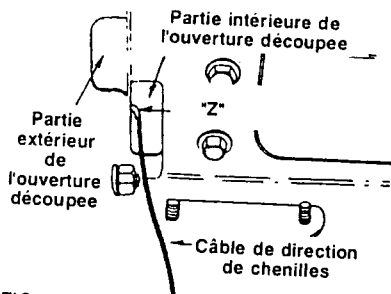

FIGURE 14
- Les câbles d'embrayage fournis dans le sachet de boulonnerie. Remontez le raccord fileté en "Z" dans la partie intérieure de l'ouverture découpée dans le tableau de bord, comme à la figure 14.
- Remontez le câble de la manette dans la partie extérieure de l'ouverture découpée dans le tableau de bord, comme à la figure 14.